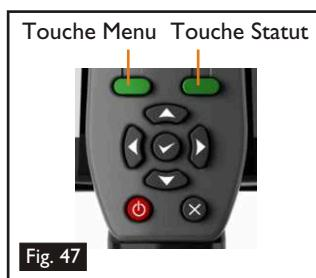
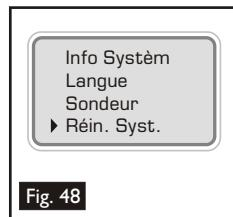
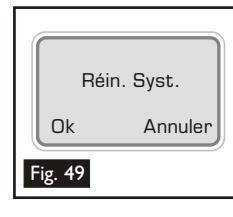

Fig. 47
Fig. 48
Fig. 49
- Pour effectuer une Réinitialisation Système, appuyez sur la touche 'Menu' du clavier (Fig. 47) et utilisez les touches flèche 'vers le haut' et flèche 'vers le bas'  pour naviguer jusqu'à 'Réin. Syst.' (Fig. 48). Appuyez sur la touche 'Entrer'  pour sélectionner 'Réin. Syst.'. Ceci fera apparaître un écran de confirmation Réinitialisation Système (Fig. 49). Sélectionnez 'Ok' en appuyant sur la touche 'Menu' pour exécuter la 'Réin. Syst.' ou sélectionnez 'Annuler' en appuyant sur la touche 'Statut' pour annuler une Réinitialisation Système.